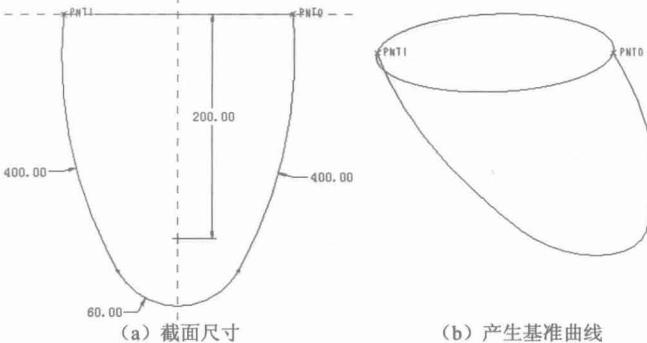

图1-33
- 选择 FRONT 基准面绘制如图 1-33 (b) 所示基准曲线，截面尺寸如图 1-33 (a) 所示。